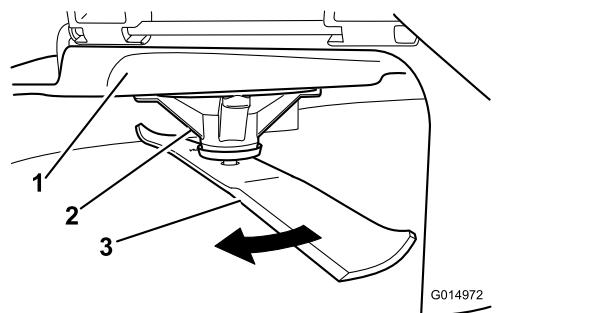

Figura 59
2. Indossando guanti dalla spessa imbottitura o altre protezioni idonee per le mani, ruotate lentamente la lama in una posizione che consenta di misurare la distanza tra il bordo di taglio e la superficie piana su cui si trova la macchina (**Figura 59**).